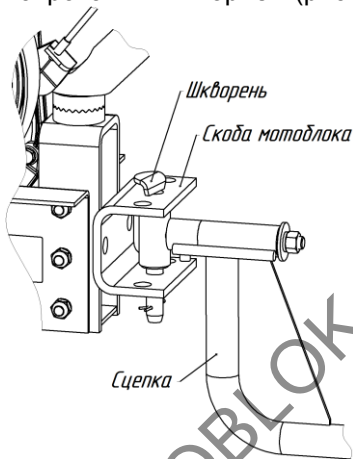

Рис.2. Присоединение адаптера к мотоблоку
9. Присоедините адаптер к мотоблоку, соединив скобу мотоблока и сцепку адаптера зафиксировав их шкворнем (рис.2).